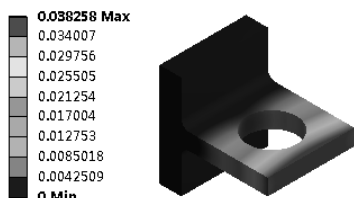

图 4-45 No WireFrame
(4) 外形显示 用于显示未变形的模型或者划分网格的模型，包括以下选项：
- ✧ No WireFrame: 不显示几何轮廓线，如图 4-45 所示。